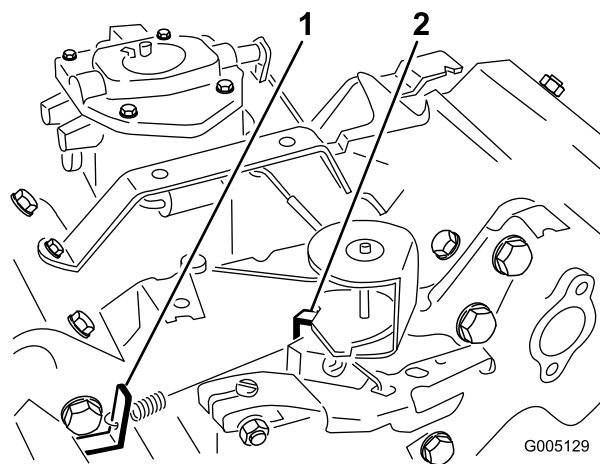

図 47
3. 調速アイドルスプリングアンカーの耳 (図 47) を曲げて、エンジン速度を 1650 ± 100 RPM に調整する。タコメータで速度を確認のこと。
- スロットルコントロールをFAST位置とする。高速アイドルスプリングアンカーの耳(図 47)を曲げて、エンジン速度を 2850±50 RPM に調整する。